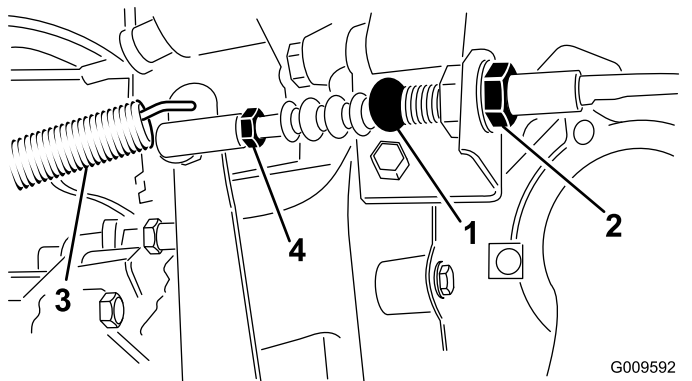

図 59
1. クラッチケーブルをベルハウジング上のブラケットに固定しているジャムナットをゆるめる **図 59**。